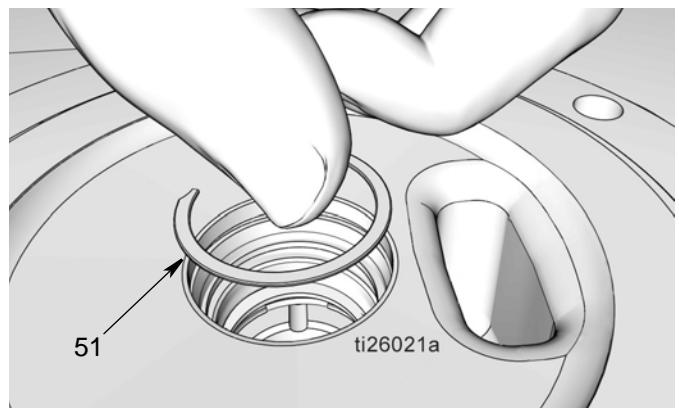

图 33
- f. 安装固定夹 (51) (图 33)。当固定夹正确就位在沟槽上时应听到“咔哒”一声。